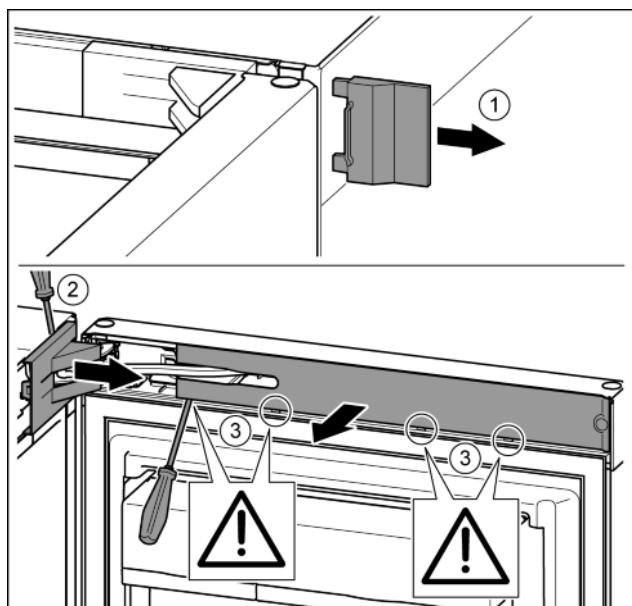

Fig. 9
- Снять внешнюю крышку. Fig. 9 (1)
► При помощи отвертки освободить от фиксаторов крышку опорного кронштейна и отсоединить. Снять крышку опорного кронштейна. Fig. 9 (2)
- Шлицевой отверткой вывести накладку из зацепления и отвести в сторону. Fig. 9 (3)